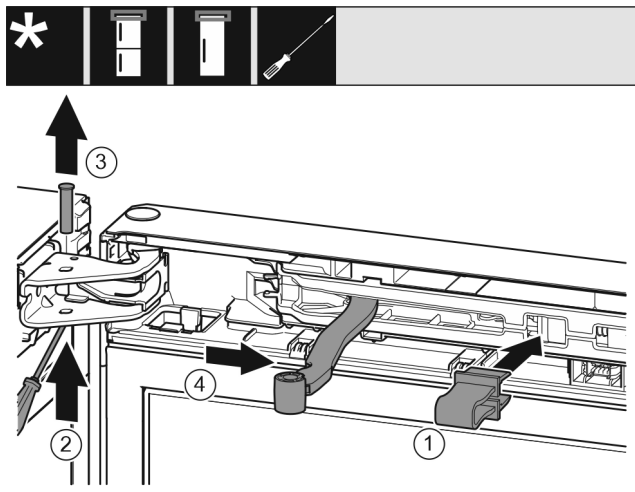

Fig. 9
- Beveiliging Fig. 9 (1) in opening vastklikken.
- Bouten Fig. 9 (2) eruit schuiven.
- Bouten Fig. 9 (3) naar boven toe wegnemen.
- Scharnier Fig. 9 (4) in de richting van de deur draaien.